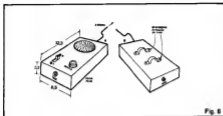

Fig. 6
- 1 - Par de braçadeiras para fixação da caixa do DEME à haste (ver fig. 6)
Em circuitos desse tipo a acomodação geral (caixa e disposições externas) é muito importante, já que capacitâncias distribuídas e outros fenômenos meros às características do projeto podem influenciar no seu funcionamento. Assim, recomendamos que o leitor siga as sugestões da fig. 6 e 7 ao acabamento final do seu DEME. . .
Na fig. 6 temos os detalhes da caixa do circuito, que deverá também abrigar o suporte com as pilhas. Na parte frontal ficam a cápsula de cristal, o controle de sensibilidade e a chave geral. Nos fundos da caixa, duas bradeiras servem para fixação da caixa à haste. Numa das laterais menores pode ficar o jaque de "fone" e, na lateral oposta, a saída do cabo estêreo para a bobina. Notar que tanto a placa do circuito, quanto o suporte das pilhas, deverão ser bem fixados no interior da caixa, pois se eles "andarem" há dentro, poderão ocorrer instabilidades ou "desintonizações" no funcionamento do DEME.